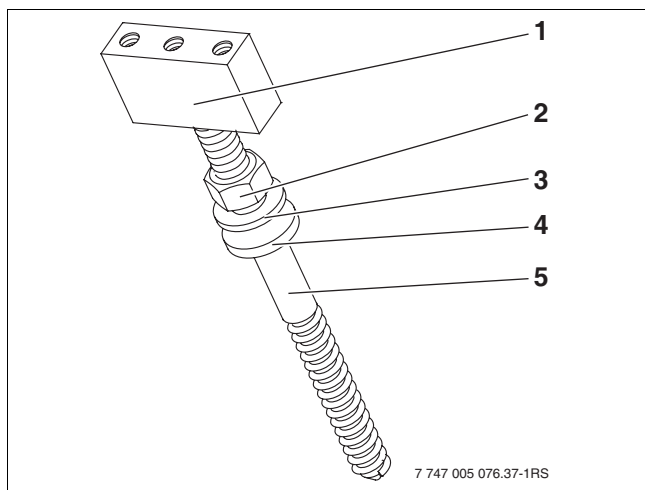
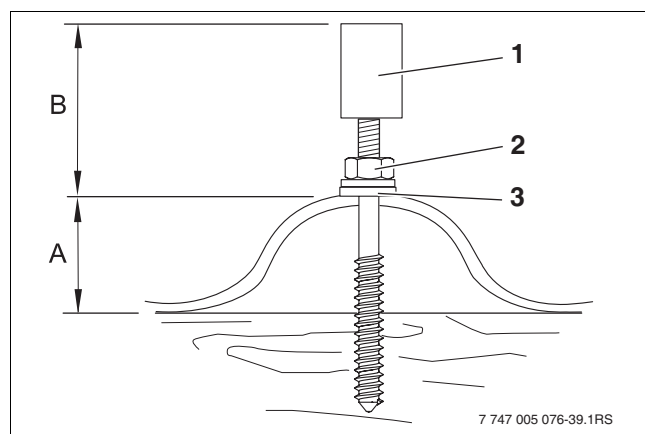

Fig. 36 Ordre de montage de la patte à vis
Fig. 37 Pattes à vis montée
- Pour le montage des pattes à vis, respecter l'ordre d'assemblage des différents éléments (→ fig. 36).
- Tourner l'écrou-cage (→ fig. 36, [1]) jusqu'à la butée sur la patte à vis (→ fig. 36, [5]).
En vissant les pattes à vis, veiller à ce que les écartements (→ tabl. 15, fig. 37) soient les mêmes pour toutes.
- Visser l'écrou (→ fig. 36, [2]) jusqu'à ce que la rondelle d'étanchéité (→ fig. 37, [3]) repose parfaitement sur le toit.